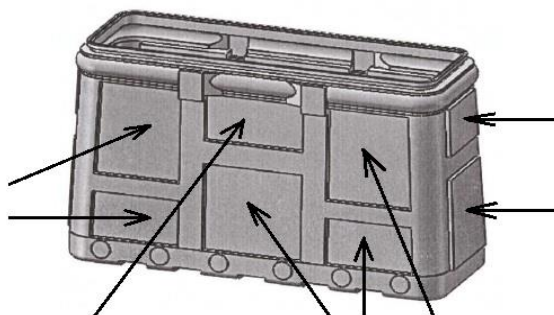

Рис. 2. Корпус камеры КОТ-3-ССД, крышка снята. Стрелками показаны монтажные площадки на боковых и торцевых стенках корпуса.
3.4. На боковых и торцевых стенках корпуса имеются прямоугольные монтажные площадки нескольких типоразмеров, рис. 2 и 5. Стенки на монтажных площадках – вертикальные, с небольшим уклоном внутрь корпуса. Вводы труб ССД-Пайп и труб иных типов выполняются на этих монтажных площадках.